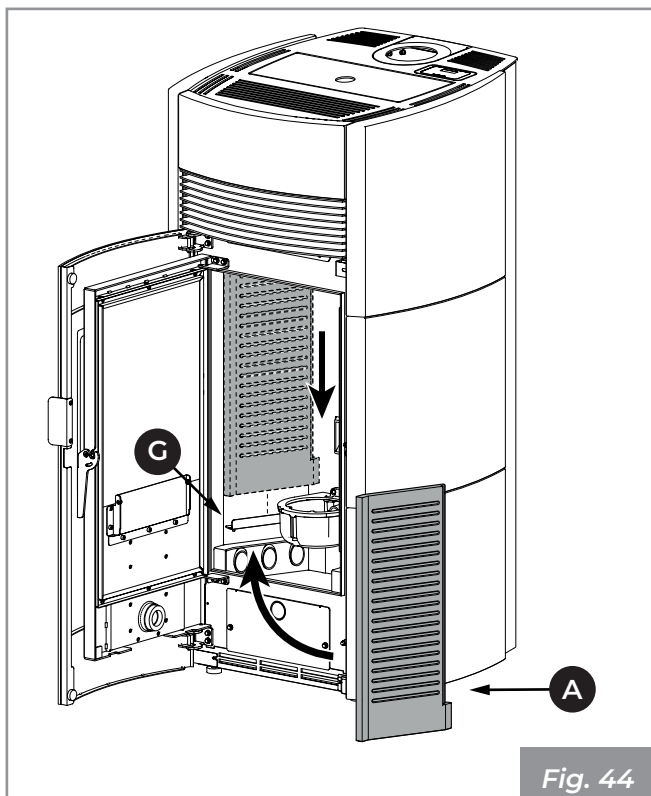

Fig. 44
- Positionner la plaque réfractaire gauche (A) dans la chambre de combustion en insérant la partie inférieure de la plaque dans le logement situé sur le support (G) (Fig. 44).